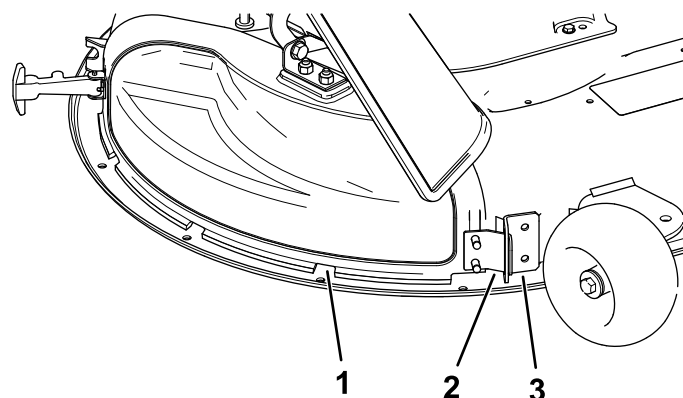

Figura 12
5. Inclinate la linguetta metallica presente sul coperchio dello scarico per estrarla dalla fessura nella staffa saldata sul piatto di taglio (Figura 12).